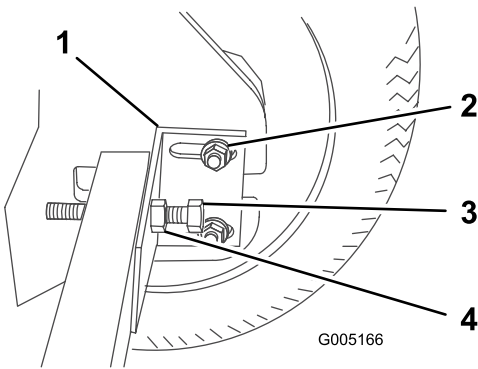

Рисунок 34
3. Ослабьте гайки крепления монтажного кронштейна моста (Рисунок 34).
4. Ослабьте гайку болта натяжения цепи и ослабьте болт (Рисунок 34).
7. Плотно прижмите монтажный кронштейн моста к мосту и раме, затем наверните гайку на болт, чтобы закрепить его на месте (Рисунок 34), и затяните гайку с моментом 40,7 Н·м.